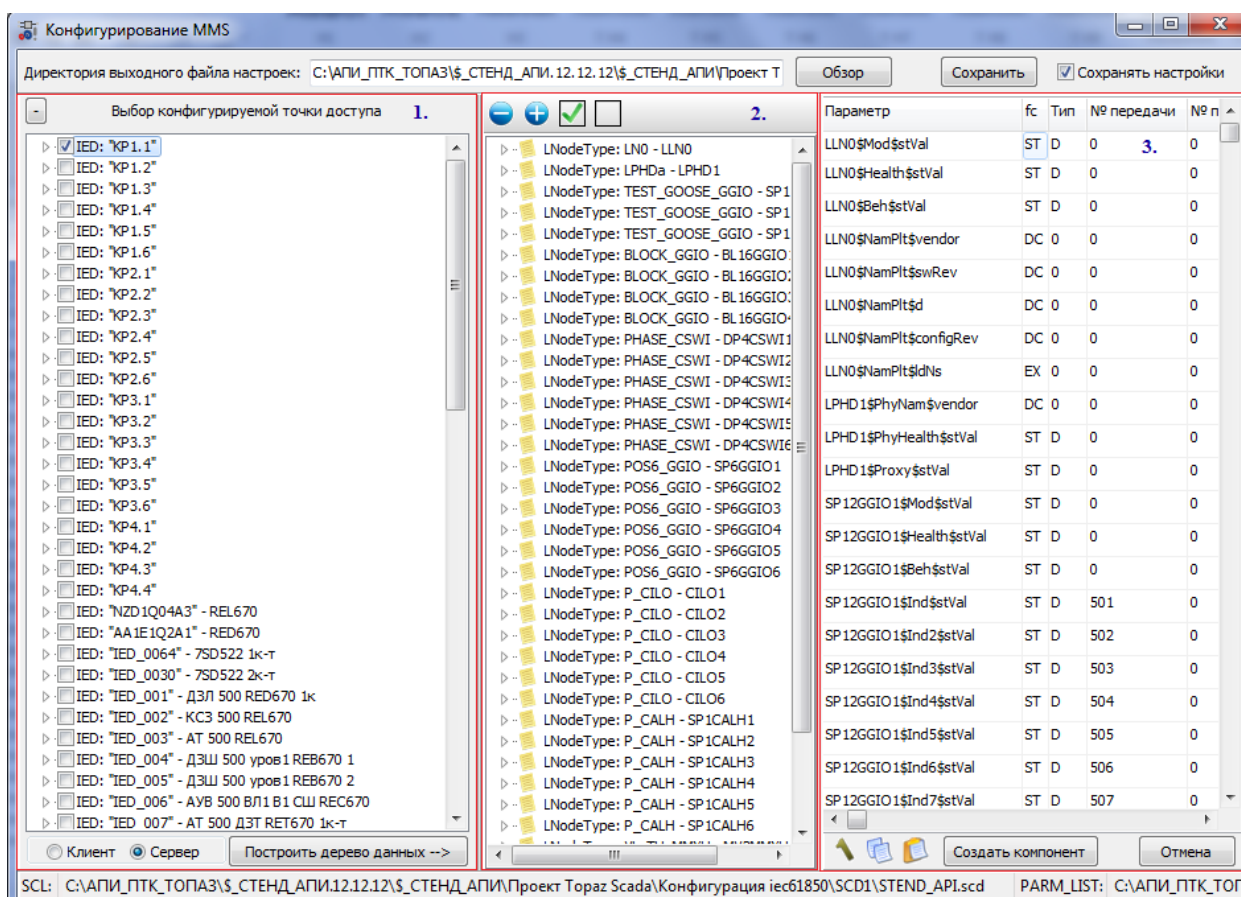

Рисунок 1.31 – Внешний вид окна для конфигурирования MMS
1. Панель выбора точки доступа (см. рисунок 1.31) предназначена для выбора конфигурируемого устройства, точки доступа, логических узлов (LN) и отчетов.